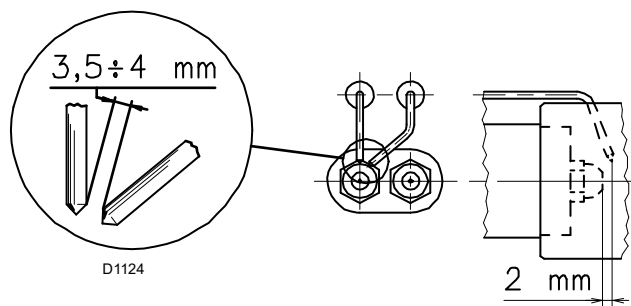

Рис. 14
Проверьте, что электроды были расположены, как показано на Рис. 14, с соблюдением указанных размеров.
- Форсунка для 1-й ступени находится ниже электродов розжига, Рис. 14 на стр. 18.